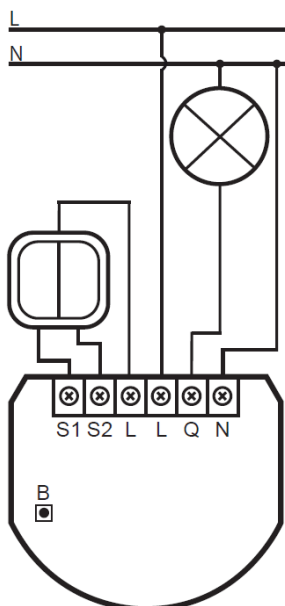

Figure 1 : Exemple de connexion de SingleSwitch-Control
3. Connecter comme indiqué dans la Figure 1 ci-dessous.